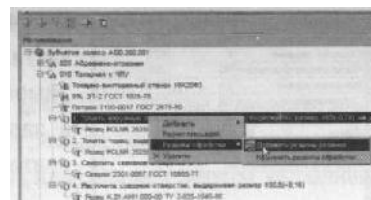

Рисунок 51
3. Установите курсор на переход 1 операции *010 Токарная с ЧПУ*. С помощью контекстного меню выполните команду **Режимы обработки - Добавить режимы резания** (рис. 51).